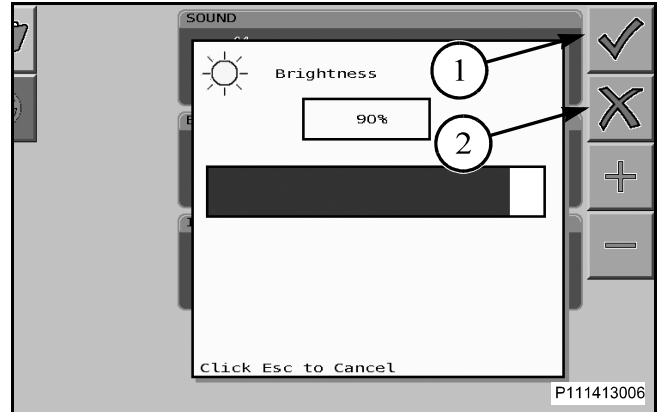

Figure 24
Figure 24: Utiliser la molette de sélection pour régler le niveau de luminosité de l'écran du terminal virtuel. Appuyer sur le bouton de la molette de sélection ou sur la touche physique en regard de l'icône de validation (1) pour accepter le choix. Pour annuler la sélection, appuyer sur la touche physique en regard de l'icône d'annulation (2).